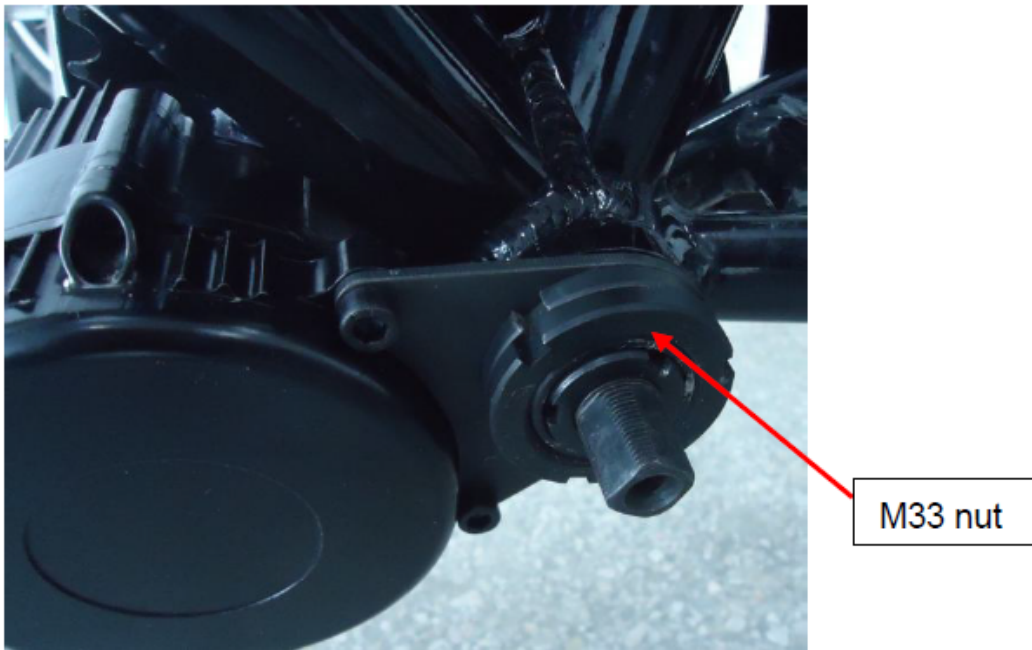

Bild 7
6. Fixieren der zweiten Mutter M33 auf Achsrohr, Anzugskraft: 30-40N. M (siehe Bild 7)